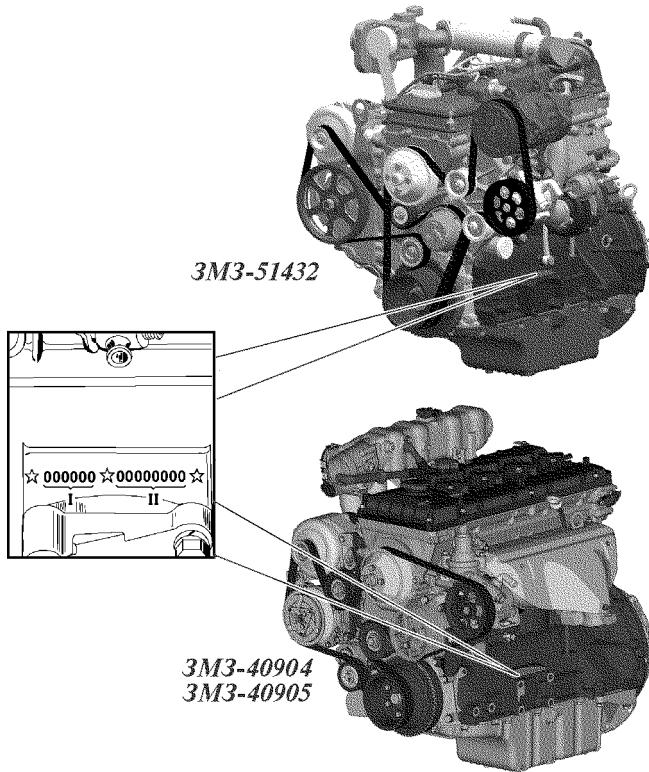

Рис. 1.4. Расположение идентификационного номера
**Идентификационный номер двигателей ЗМЗ-40904, ЗМЗ-40905 и ЗМЗ-51432** выбит на площадке, расположенной с левой стороны блока цилиндров, над бобышками крепления передней опоры двигателя (рис. 1.4).